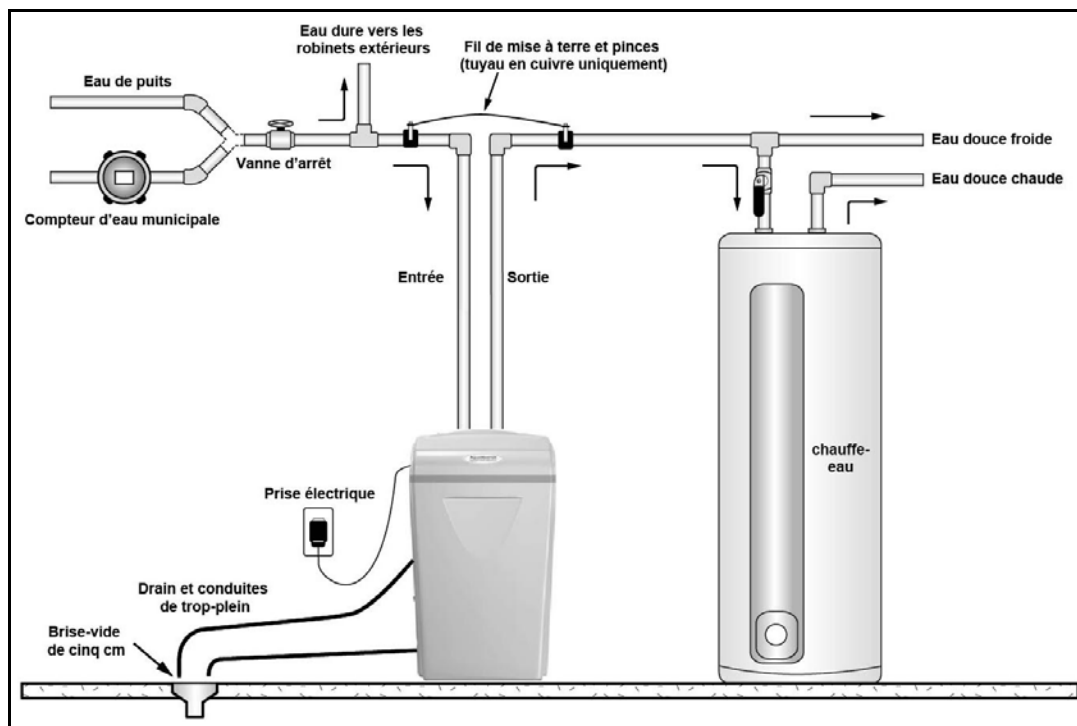

Figure 1: Placement de l'appareil
- F. Placez l'appareil à l'endroit souhaité en utilisant la Figure 1 comme guide. Le schéma de la Figure 1 s'applique aux sous-sols, aux dalles, aux vides sanitaires et aux installations extérieures.